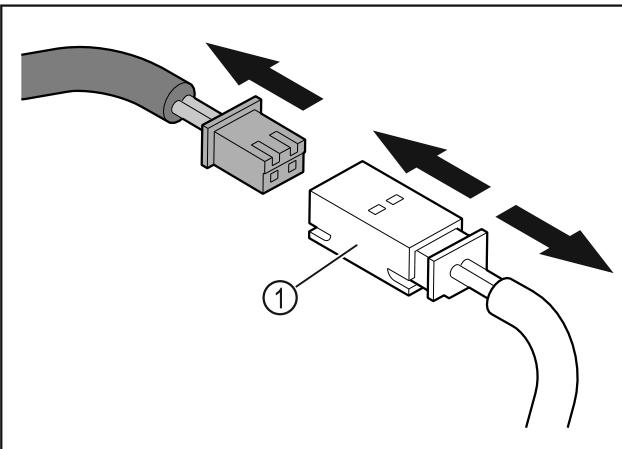

Fig. 13
- Вийняти штекер та штекерний контакт Fig. 13 (1).